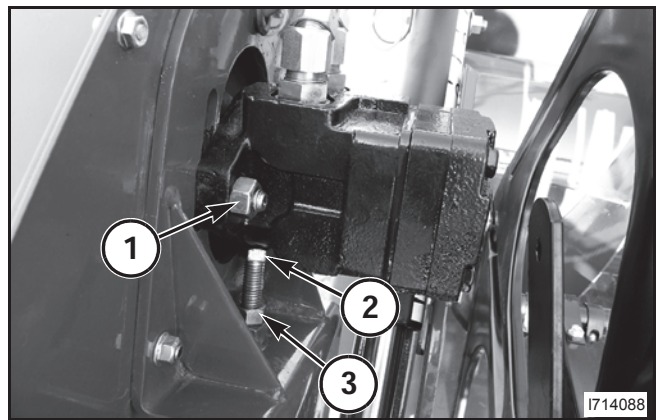

FIG. 22
FIG. 22: Suelte los tornillos de fijación del motor del molinete (1) y la tuerca de fijación (2) en el tornillo de ajuste (3). Gire el tornillo de ajuste según sea necesario, para aflojar o tensionar la corriente.